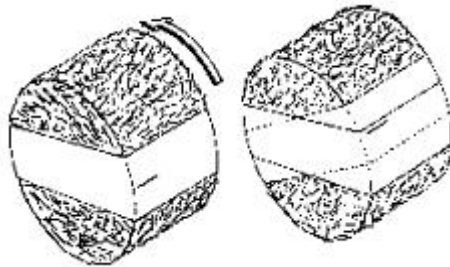
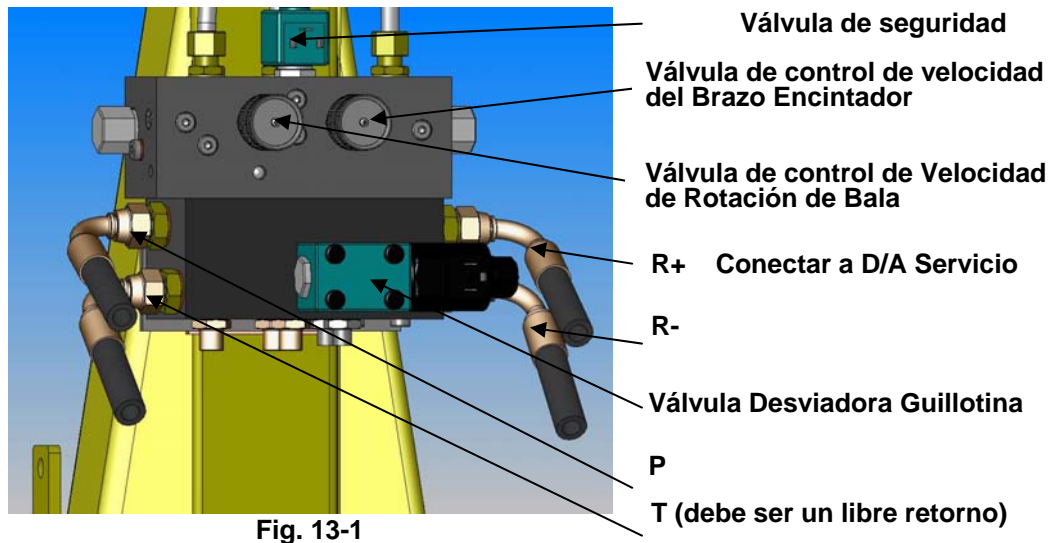

Fig. 9-1
Fig. 13-1
Utilice un rotulador para marcar una línea en el centro del film encintado en la paca. Ajuste la ruedecilla de control (ver Fig. 13-1 en pág 312) para variar la velocidad de los rodillos, y así lograr que la línea marcada sea cubierta. El solapamiento ideal es de 52-53% (ver Fig 9-1)
1) La válvula de seguridad (ver Fig. 13-1, pág. 31) está ubicada en la parte superior del bloque de ajustes en el frente de la máquina. Debe ser energizado para que el brazo encintador gire. Cuando se presiona el botón "RESET" de la unidad de control, aparece una flecha en el lado izquierdo de la pantalla, la válvula de seguridad ahora está cargada, si se presiona nuevamente el botón "RESET" la válvula de seguridad es desenergizada. Si el brazo de seguridad es accionado (obstaculizando su paso) el botón "RESET" debe ser presionado para reestablecer el funcionamiento del brazo encintador.
2) La válvula de desvío de la guillotina (ver Fig. 13-1) ubicada en el bloque de admisión en el frente de la máquina. Esta pone el brazo encintador a baja velocidad y abre la guillotina. Es energizada automáticamente durante el encintado por la unidad de control. Puede ser manualmente energizada presionando el botón "+" en el extremo derecho de la unidad de control.
- c) La válvula de seguridad (Fig. 13-1) debe ser energizada para que el brazo gire. Si no hay corriente, verifique el interruptor de seguridad en la torre. Una vez accionado el brazo de seguridad se debe presionar "RESET" para desactivarlo.
- f) Verifique la válvula de control de velocidad en el conjunto de válvulas de la torre (ver Fig. 13-1).